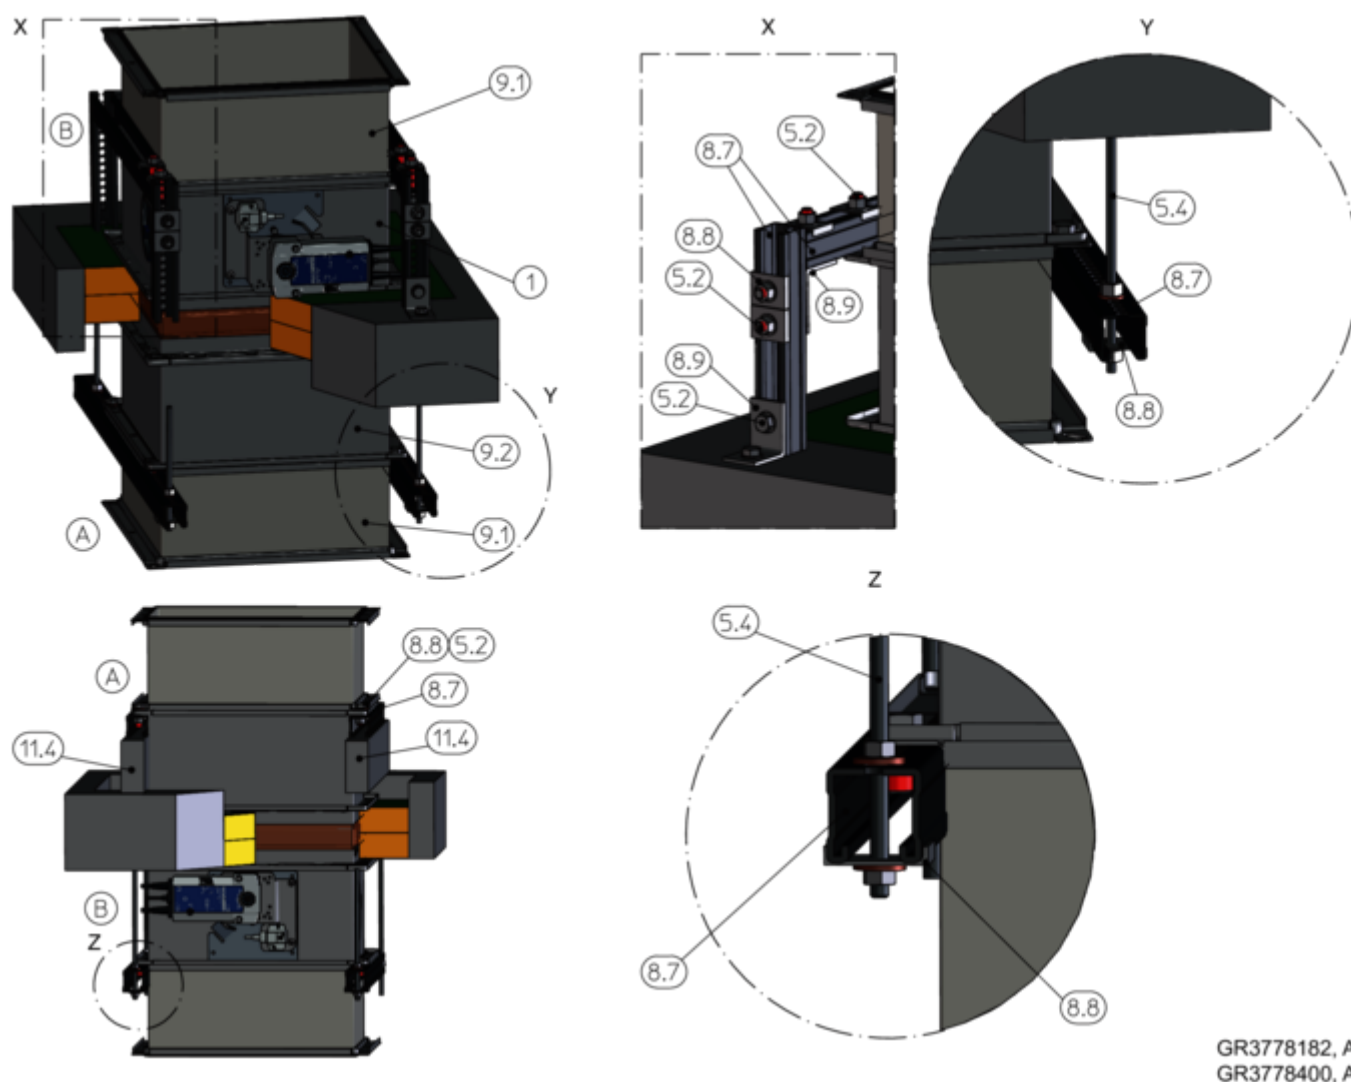

Fig. 41: Montagem com placa de enformagem contra incêndios, FKA2-EU suspensa ou na vertical
- A montagem do registo corta-fogo em condutas verticais com uma placa de enformagem contra incêndios EI 90 S exige que o registo corta-fogo seja fixado acima e abaixo da placa de teto, ver Fig. 41 . O registo corta-fogo deve ser suspenso, se possível, ao longo dos lados mais curtos do corpo.